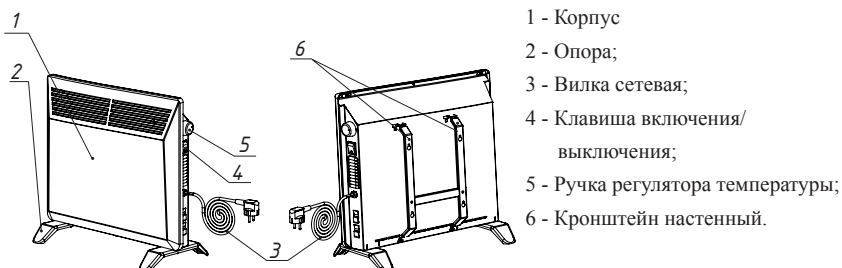

Рис.1. Конвектор электрический SW
5.1 Схема конвектора представлена на рис. 1.
Вставьте вилку в розетку. Для включения конвектора переведите клавишу поз.4 рис.1 в положение «On» для модели мощностью 1 кВт или в положение “-” либо “=” (половинная или полная мощность нагрева) для моделей 1,5 и 2,0 кВт, поверните ручку регулятора температуры в нужное положение, для комфортного обогрева помещения.